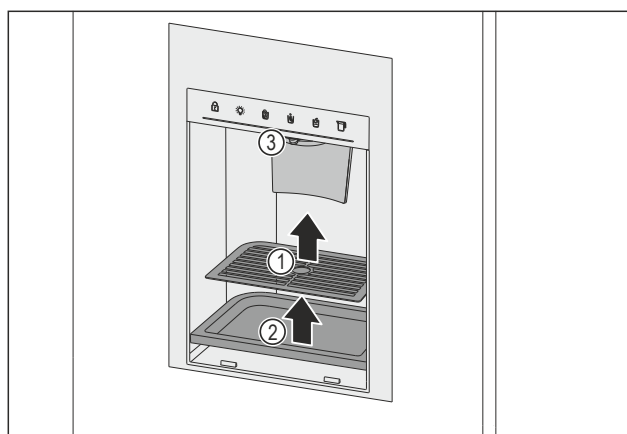

Fig. 163 Изваждане на решетката и тавичката за събиране на капки
- ▶ Извадете решетката за събиране на капки Fig. 163 (1).
- ▶ Извадете тавичката за събиране на капки Fig. 163 (2).
- ▶ Почистете изпускателния отвор Fig. 163 (3) и около него с мека, чиста кърпа, хладка вода и малко препарат за съдове.